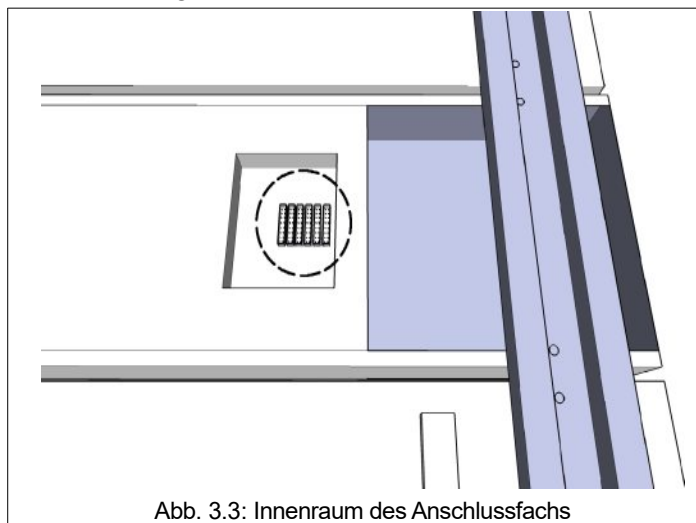
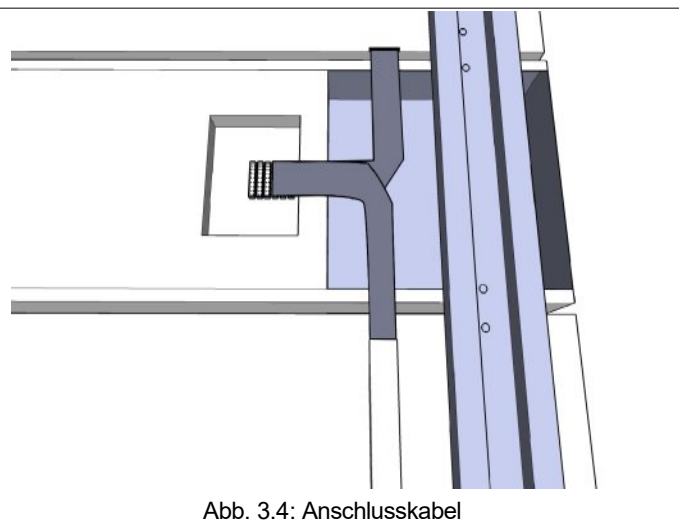

Abb. 3.3: Innenraum des Anschlussfachs
Abb. 3.4: Anschlusskabel
Zudem ist zu überprüfen, dass das Flachkabel der verschiedenen Module (Abb.3.4) für die späteren Anschlüsse frei liegt.
2. Die Flachkabel der verschiedenen Module an den Steckanschlüssen (Abb.3.3, Abb.3.4) der im Anschlussfach untergebrachten elektronischen Platine anschließen.